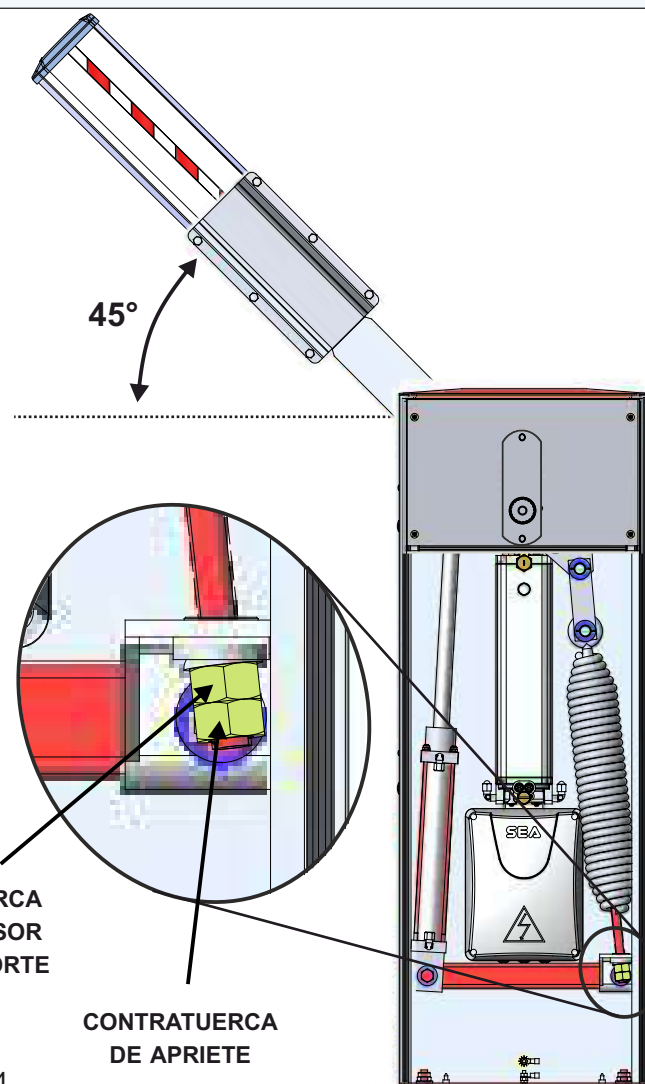

Fig. 14
7.3. Apretar o aflojar la tuerca del tensor del resorte hasta que el resorte equilibre el peso del brazo inclinado a 45°; La posición de equilibrio óptima es cuando el brazo permanece en la posición que se muestra en la Fig. 14